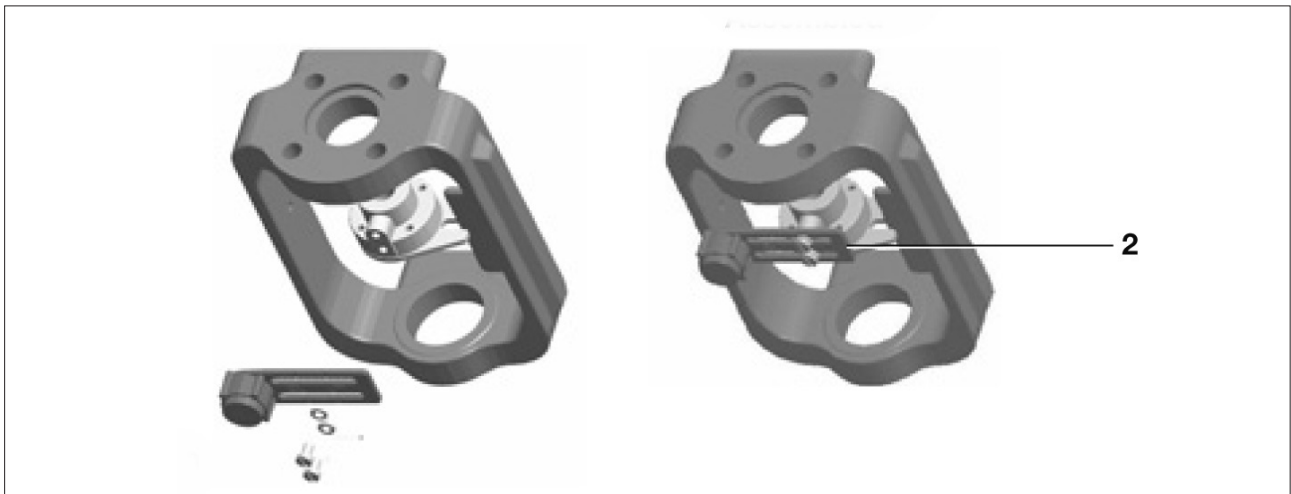

Bild 6
2. Magnetbügel nach links oder rechts so weit verschieben, bis die korrekte Position erreicht ist (siehe Bild 6).